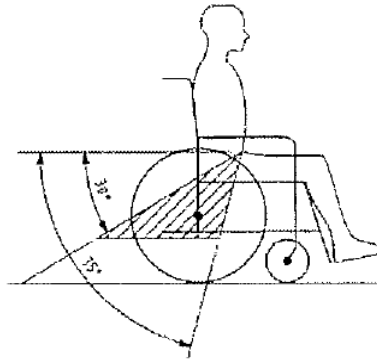

Figura 4
Este lugar está marcado en la silla de ruedas con un símbolo. (Figura 4)
11. Este lugar está marcado en la silla de ruedas con un símbolo. (Figura 4)